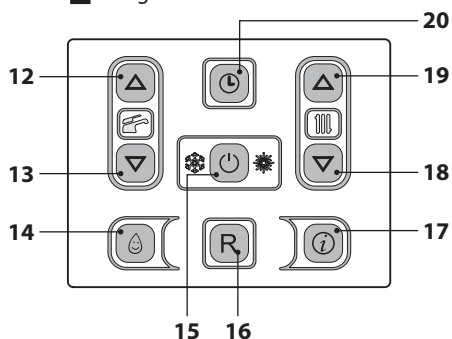

Figura 2.7
- Mantenga pulsado durante 2 segundos el botón 15 hasta que aparezca en el display el símbolo . Figura 2.7.
La temperatura del agua caliente de impulsión de la calefacción puede regularse mediante los botones 18 (reducción) y 19 (aumento) (Figura 2.7) entre un mínimo de aproximadamente 25°C y un máximo de aproximadamente 80°C. La primera vez que se pulsa uno de los dos botones se
De todas formas, si la temperatura ambiente no resultase confortable, se puede aumentar o reducir la temperatura de impulsión de la instalación de calefacción en $\pm 15^\circ\text{C}$ usando los botones 18 (reducción) y 19 (aumento) (Figura 2.7).